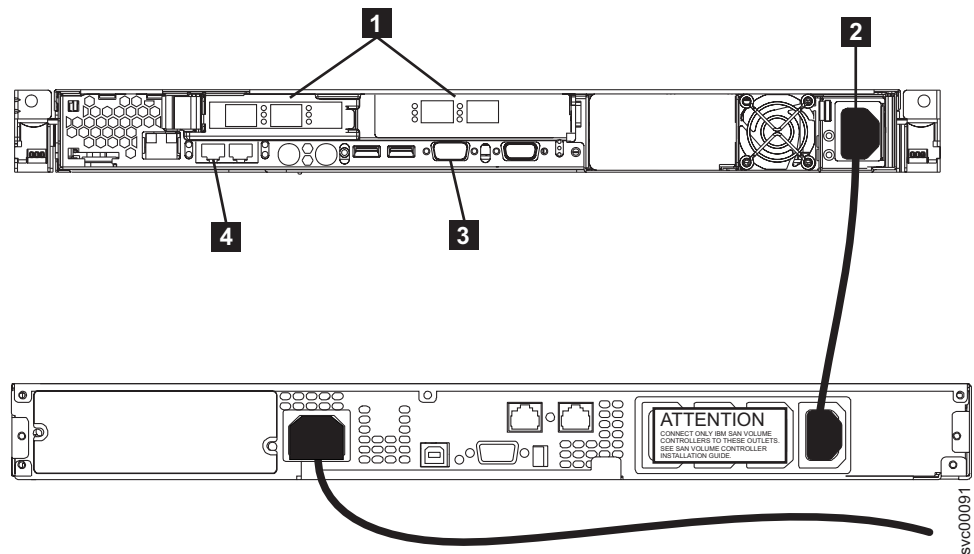

図 3. SAN ボリューム・コントローラー 2145-8F2 および 2145 UPS-1U 用の電源ケーブルとシグナル・ソケット
2. 電源ケーブル **2** が 2145 UPS-1U のロード・セグメント・コンセントに差し込まれていることを確認します。また、2145 UPS-1U の電源ケーブルのもう一方の端が 2145 UPS-1U からラック内の配分点に接続されていることを確認します。図 3 は、SAN ボリューム・コントローラー 2145-8F2 および 2145 UPS-1U を示しています。